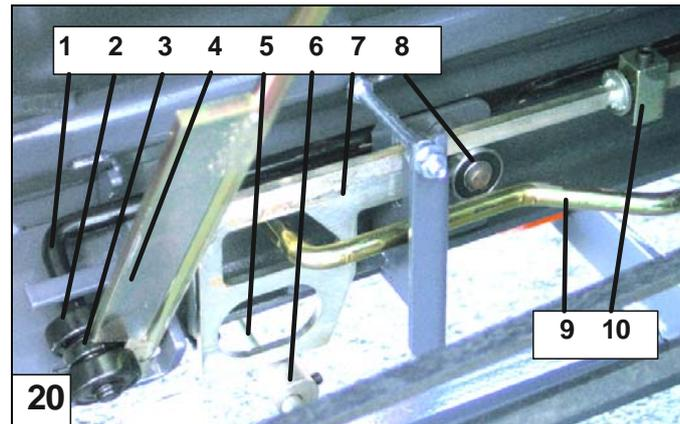
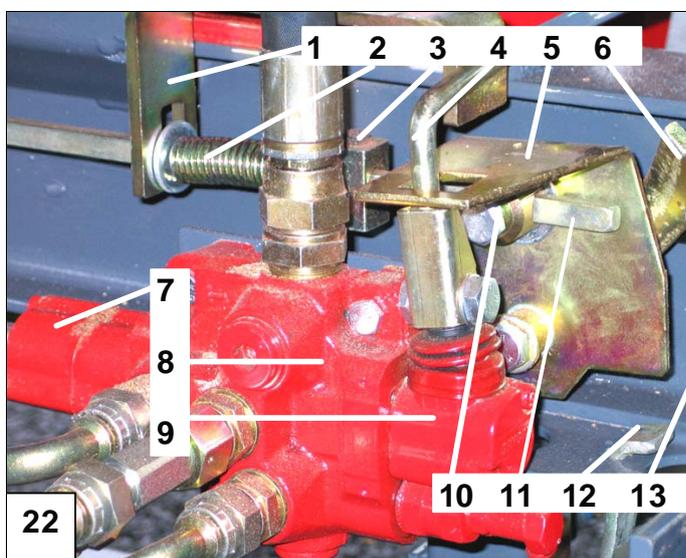

Abb. 20. Teile der Auslösevorrichtung
Abb. 22. Teile des Hydraulikventils
### 6.2 Die Teile der Auslösevorrichtung, Abbildung 20
2. Sensorstange 4 (Abbildung 20) hebt mittels der Stellhülse Auslösestab 7 an, der aus der Stellung hinter dem fixierten Begrenzerlager 8 gelöst wird.
- Der manuelle Starthebel wirkt auf Schalthebel 9 (Abb. 20), der nach oben gegen die geneigte Fläche von Auslösestab 7 drückt. Dadurch kommt der Auslösestab aus seiner Stellung hinter Begrenzerlager 8 hoch und löst so die Spaltbewegung aus..
## 6.5 Die Teile des Hydraulikventils, Abb. 22
- Beim Anheben des Schutzgitters des Spaltkanals verschiebt Sicherungskeil 4 die Sperrstange 1 (Abb. 20) so, dass Sperrhebel 6 (Abb. 22) die Bewegung des Auslösestabs 4 verhindert.